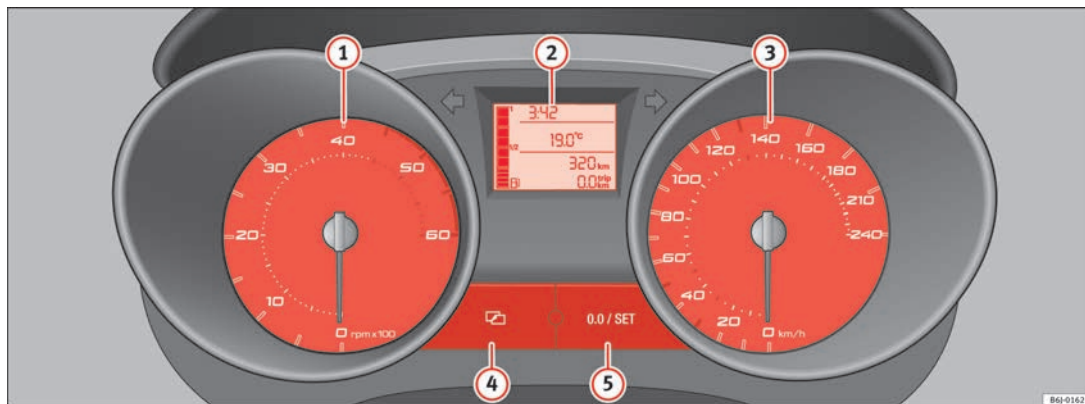

Abb. 30 Ausschnitt aus der Instrumententafel: Kombiinstrument
Der Beginn des roten Bereichs ⇒ Seite 55, Abb. 30 ① weist auf die maximale Motordrehzahl bei Betriebstemperatur hin. Vor Erreichen dieses Bereiches sollte in den nächsthöheren Gang geschaltet, die Wählhebelstellung D gewählt oder der Fuß vom Gaspedal genommen werden.
- Betätigen Sie die Taste **4** ⇒ Seite 55, Abb. 30, um die Uhrzeit einzustellen. Die Option „Stunden“ blinkt am Display auf und mit der Taste **5** „set“ ⇒ Seite 55, Abb. 30 wird sie eingestellt.
Das untere Zählwerk registriert die Kurzstrecken. Die letzte Stelle steht für Strecken von 100 m. Der Kurzstreckenzähler kann durch Drücken des Rückstellknopfs ⇒ Seite 55, Abb. 30 **S** auf Null zurückgestellt werden. ■